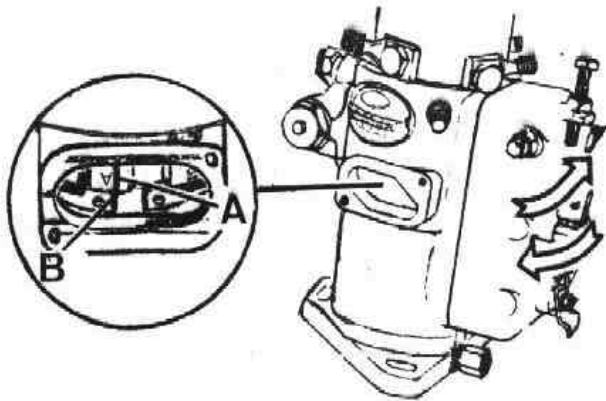

Fig. A1-49 Ajuste de la bomba una vez montada en el motor
2.4.9. Girar la bomba inyectora en el sentido que proceda hasta dejar alineada la marca, A (Fig. A1-49) con la parte recta, B (Fig. A1-49) del anillo de sincronización. Apretando definitivamente las tuercas, sin variar la posición de la bomba.